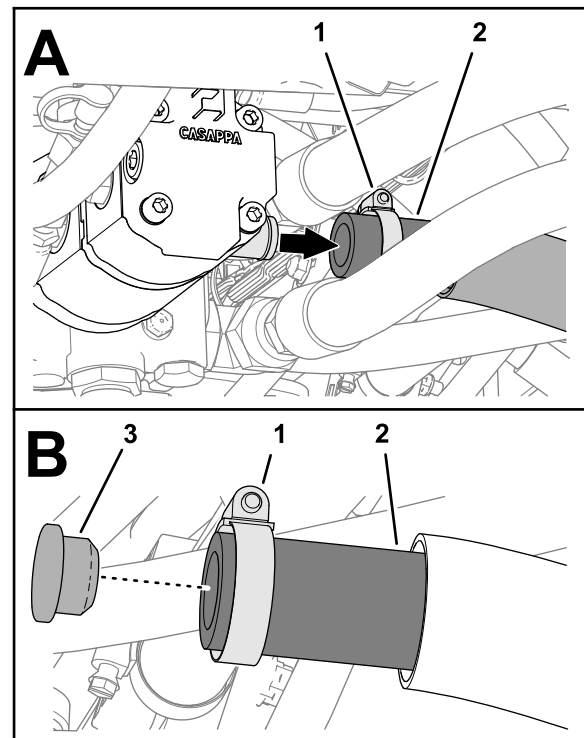

Figura 26
2. Afloje la abrazadera que sujeta la manguera de aspiración a la bomba hidráulica (Figura 26).
3. Retire la manguera de aspiración del acoplamiento dentado de la bomba e introduzca el tapón en la manguera (Figura 26).